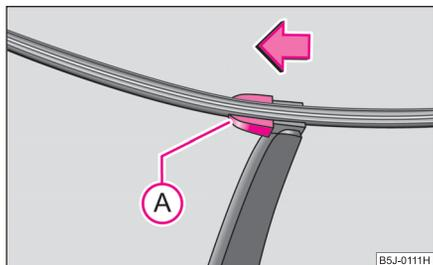

Fig. 43 Escobilla de la luneta posterior
- Separar el brazo de la escobilla del cristal y colocar la escobilla en posición perpendicular al brazo ⇒ fig. 43.
- Con la otra mano, desenclavar el seguro (A) en el sentido de la flecha y sacar la escobilla.